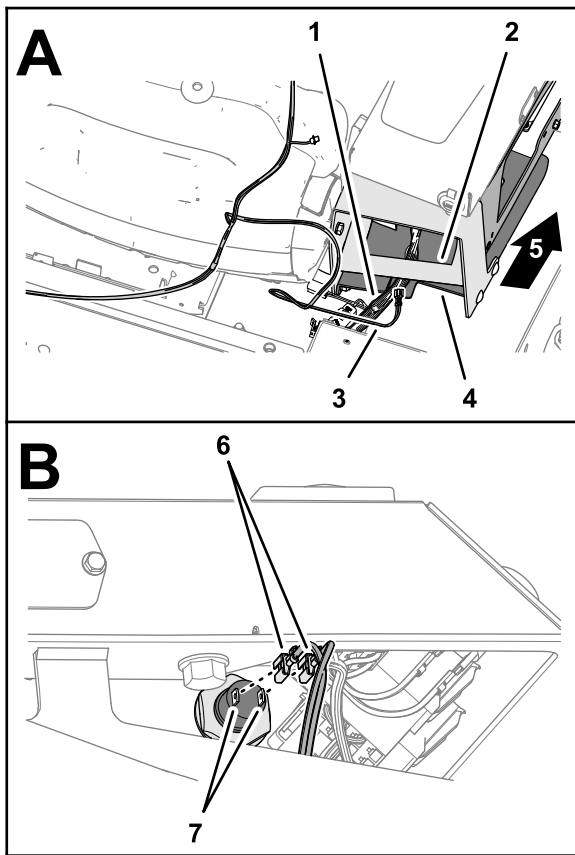

Figura 7
2. En la parte trasera de la consola de control, enrute la rama de 2 hilos (la rama que tiene 2 terminales hembra de una vía) del arnés de cables del kit por el arnés de cables de la plataforma y hasta la consola (Figura 7).
3. Conecte los 2 terminales hembra de una vía a los terminales planos del interruptor momentáneo (Figura 7).